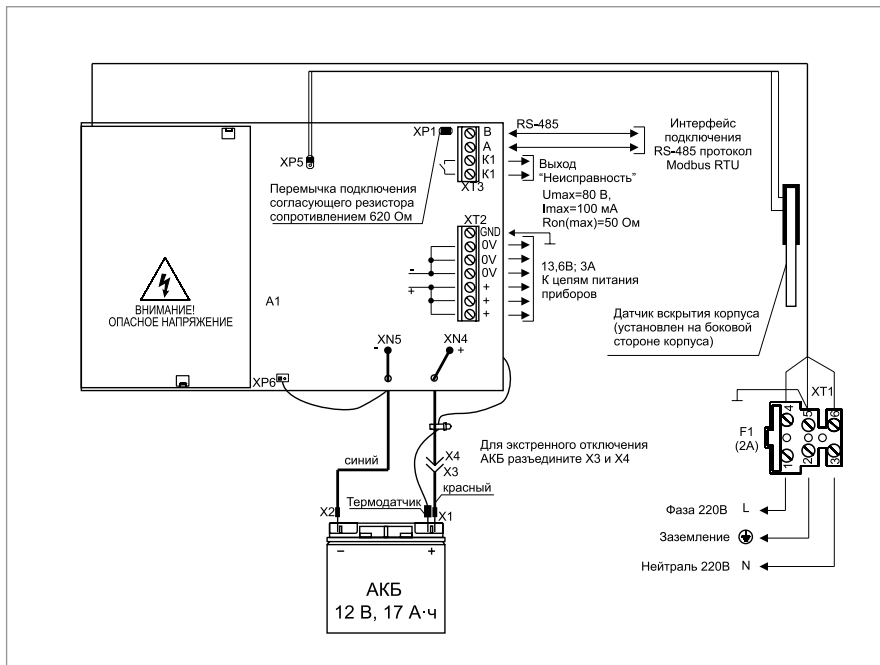
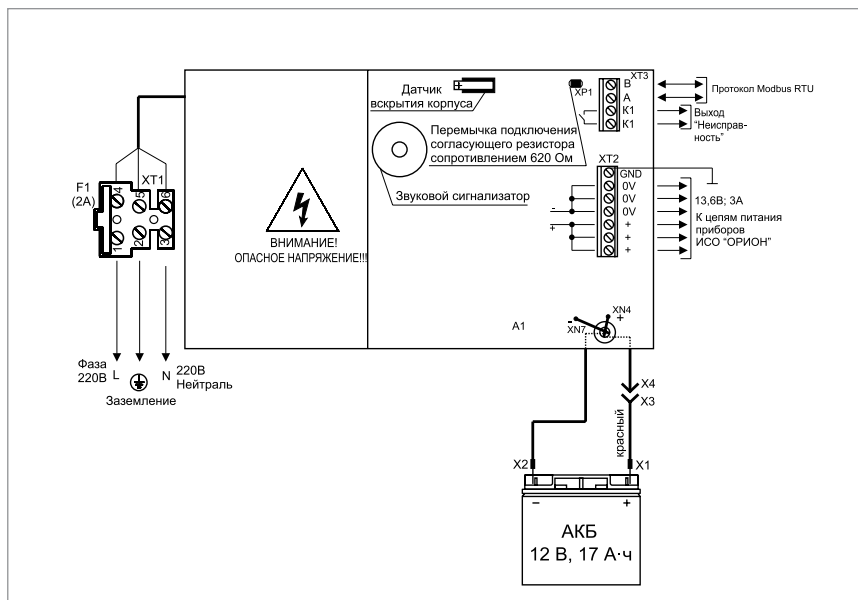

Рисунок 22. Схема внешних соединений РИП-12 исп.60 (РИП-12-3/17М1-Р-Modbus)
Рисунок 23. Схема внешних соединений РИП-12 исп.61 (РИП-12-3/17П1-Р-Modbus)
2.6. Схемы подключения РИП-12 исп.60 (РИП-12-3/17М1-Р-Modbus) и РИП-12 исп.61 (РИП-12-3/17-Р-Modbus) приведены на Рисунок 22 и Рисунок 23 соответственно.
2.16. Проверьте правильность произведённого монтажа в соответствии со схемой подключения (Рисунок 22 и Рисунок 23).